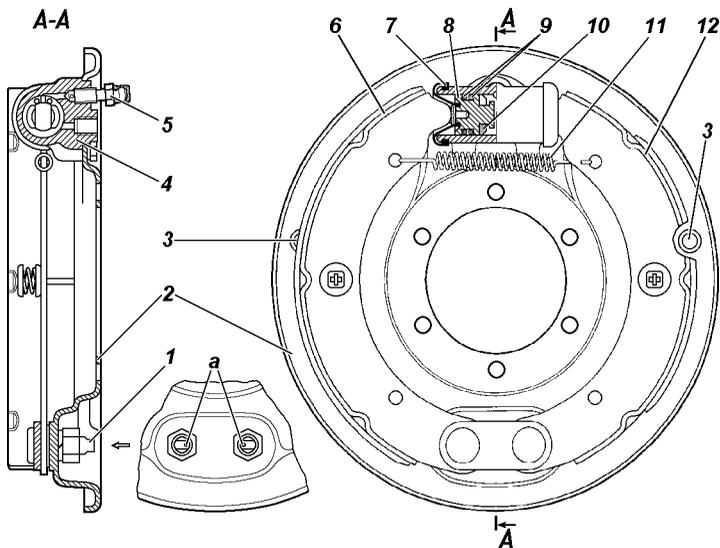

Рис. 9.23. Тормоз заднего колеса:
**Барабанные тормозные механизмы задних колес** (рис. 9.23). Периодически снимайте тормозные барабаны и очищайте детали тормозов от пыли и грязи. Периодичность этой операции зависит от условий эксплуатации автомобиля. В летнее время и при езде по грязным дорогам чистка должна проводиться чаще, зимой — реже.
После снятия барабана убедитесь в отсутствии течи из колесных цилиндров, а также в надежности крепления колесных цилиндров к щитам. Обращайте внимание на состояние защитных колпаков 7 (рис. 9.23) колесных цилиндров и их установку, степень износа фрикционных накладок, а также состояние тормозного барабана.